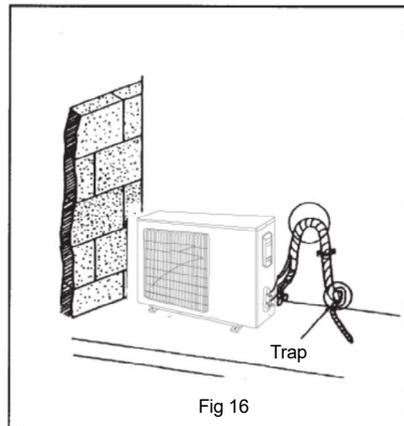

Fig 16
(2). Se a unidade exterior estiver instalada acima da unidade interior. (Fig.16).
II. Todos os tubos são amarrados e colados e também devem ficar presos para evitar que a água retorne à unid. interior (Ver Fig. 16).